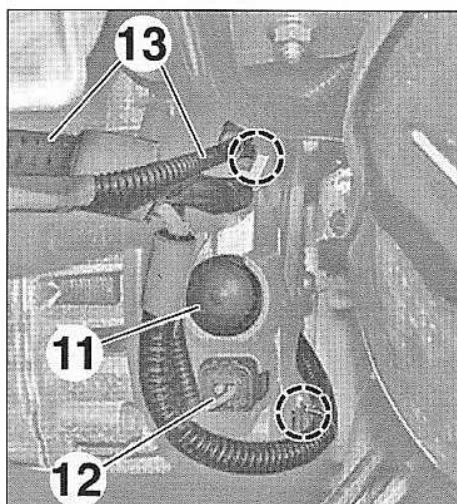

FIG.18
- Déposer le cache (11) et l'écrou se trouvant derrière (Fig.18).
- Débrancher le connecteur (12).
- Libérer les faisceaux (13).